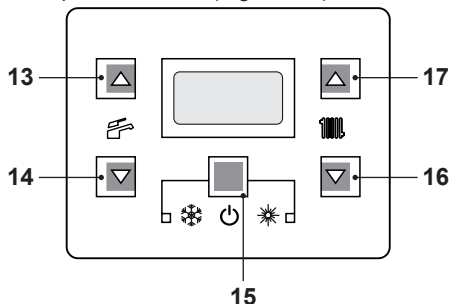
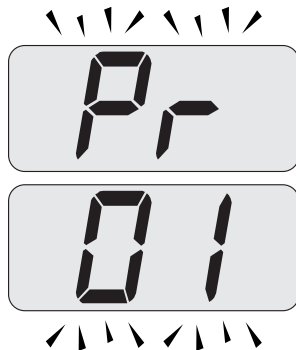
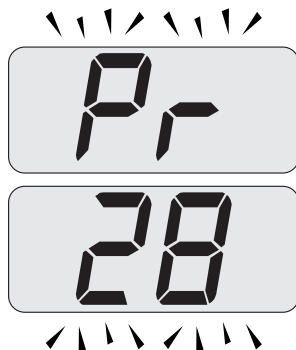

Figura 9.1
Figura 9.2
Figura 9.3
- Entrare in "modalità programmazione" premendo contemporaneamente per 10 secondi i tasti 15 - 16 - 17 (Figura 9.1) fino a far apparire sul display LCD le lettere **Pr** che si alternano con il codice **01**, indicanti l'entrata nel "parametro 01" (Figura 9.2).
- Scorrere i vari parametri utilizzando i tasti 16 o 17 fino a far apparire sul display LCD le lettere **Pr** che si alternano con il codice **28**, indicanti l'entrata nel "parametro 28" (Figura 9.3).
- Premere contemporaneamente i tasti 15 e 17 (Figura 9.1) fino a far apparire sul display LCD il valore del parametro 28 (es. **12** valore di default) (Figura 9.4).
- Premendo il tasto 15 (Figura 9.1) si ottiene la conferma del valore inserito.
- Premendo contemporaneamente i tasti 15 e 16 (Figura 9.1) si esce senza modificare il valore (ritorno alla lista parametri Figura 9.3).
- Premendo contemporaneamente per 10 secondi i tasti 15 - 16 - 17 (Figura 9.1) si esce dalla "modalità programmazione".